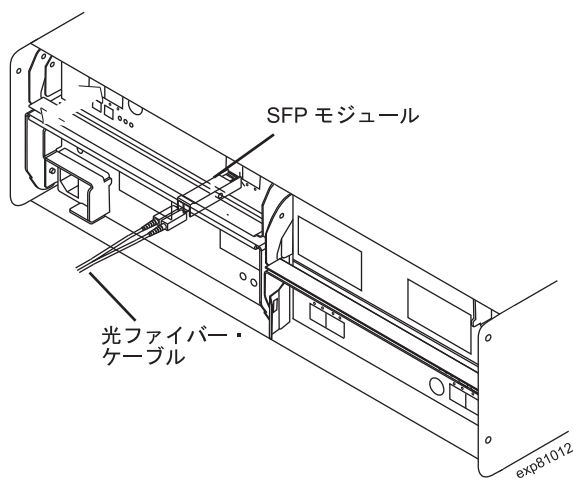

図 61. ストレージ拡張エンクロージャーへの SFP モジュールの取り付けと LC-LC ケーブルの接続
- 100 ページの図 61 に示すように、SFP モジュールに LC-LC 光ファイバー・ケーブルを接続します。
SFP モジュールをストレージ拡張エンクロージャー背面の SFP ポートに取り付けます。次に、図 61 に示すように、LC-LC ケーブルのもう一方の端を SFP モジュールに接続します。
表 28. 図 61 の説明